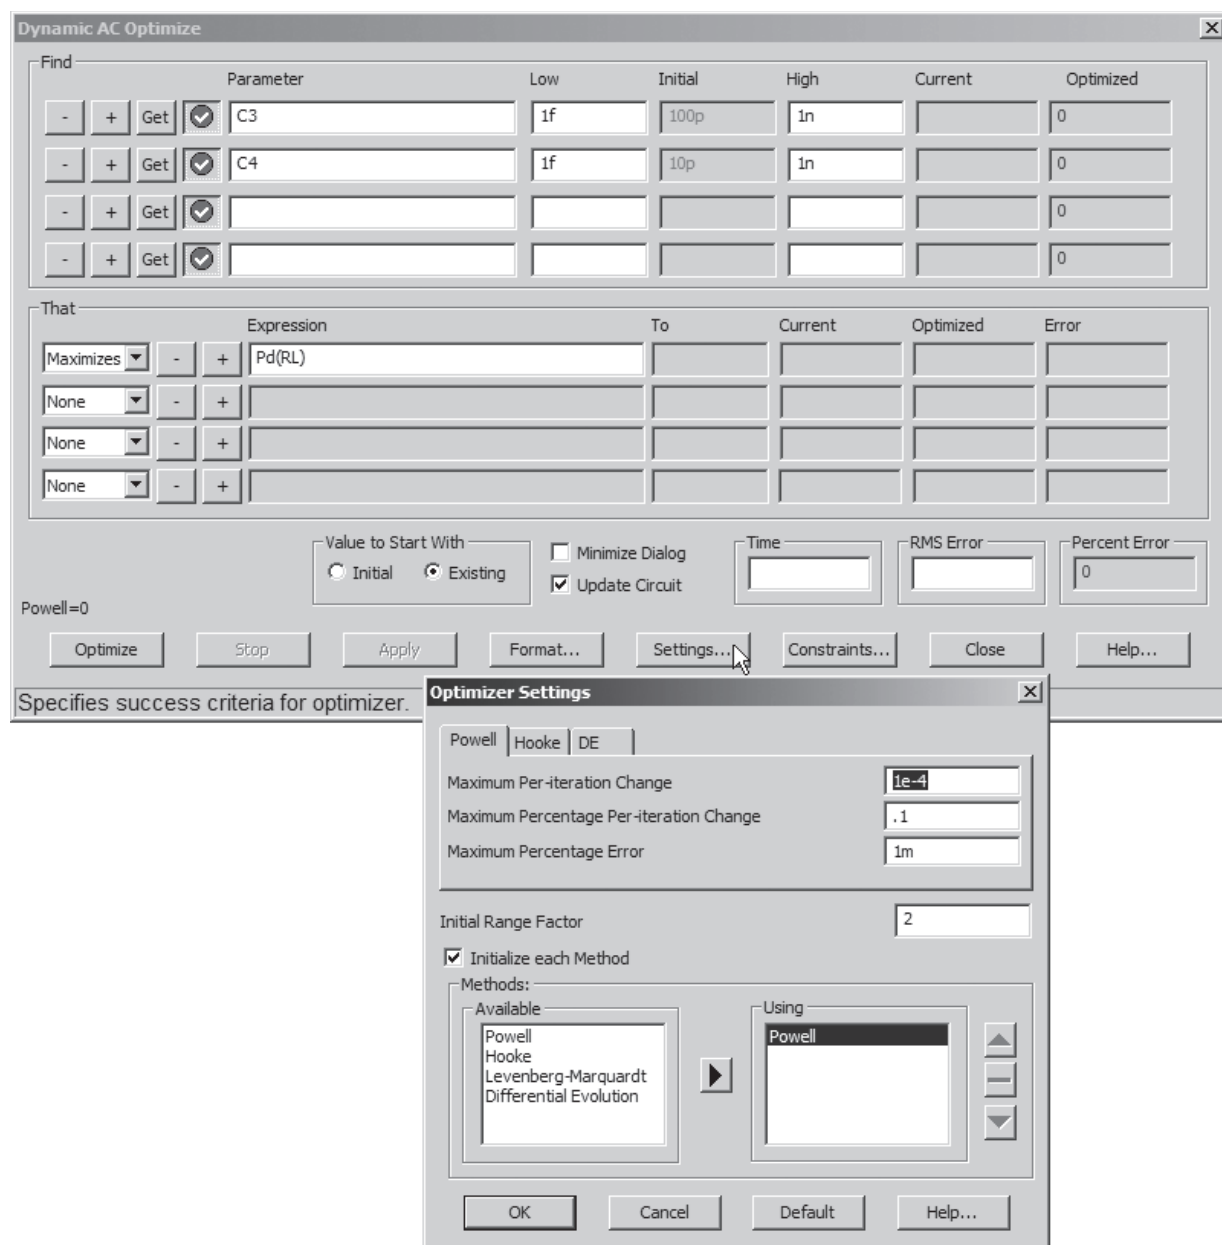

Рис. 6.15. Оптимизация в режиме Dynamic AC
На рис. 6.14 показан пример максимизации мощности в активной нагрузке RL на частоте 4 ГГц путем подбора емкостей конденсаторов C3, C4 (схемный файл *opt3.cir* из каталога *Analysis\Dynamic AC*). При этом из режима *Dynamic AC* вызывается оптимизатор командой *Dynamic AC>Optimize* (**Ctrl+F11**, ). Оптимизации будет посвящен отдельный раздел, здесь кратко опишем процесс задания параметров. Окно оптимизатора (рис. 6.15) содержит следующие панели:
- **Settings** — здесь выбирается метод проведения оптимизации. В MC10 (рис. 6.15) возможно использование 4-х методов оптимизации, в MC9 — только двух.